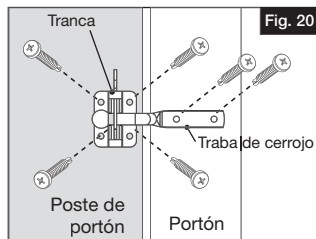

Fig. 20
- Medir e instalar la tranca con los seis (6) tornillos Phillips de 1" incluidos con la tranca. La traba del cerrojo se instala primero en el portón y, a continuación, instalar la tranca en el poste del portón (Fig. 20).